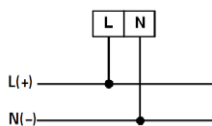

Рис. 4 – Подключение напрямую (если напряжение  $\leq 500\text{В}$ )
1. Подключите прибор к исследуемой цепи в соответствии со схемами подключения, см. рис. 4 и 5.